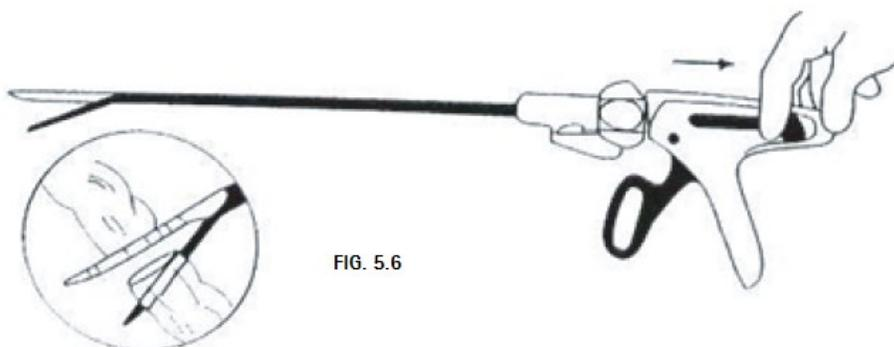

FIG. 5.6
5.7 Uma vez que o grampeador é disparado completamente, espere 15 segundos e então puxe o botão de retorno preto completamente para trás para abrir as garras. Remova cuidadosamente o grampeador do tecido (veja a Fig.5-6).